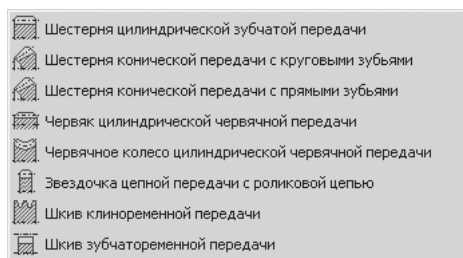

Рис. 3.12. Всплывающее меню от активизации кнопки  – **Элементы механических передач**
- щелкните в верхнем окне системы **КОМПАС-SHAFT 2D** на панели инструментов по кнопке  – **Элементы механических передач**. Появится всплывающее меню, изображенное на рис. 3.12;